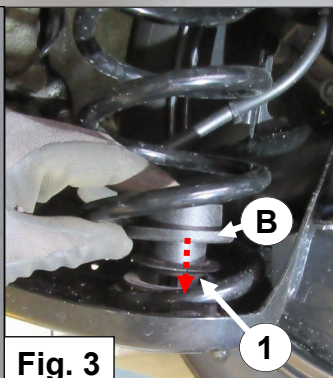

Fig. 3
3. Placez le bouchon en plastique **1** avec la coupelle inférieure **B** arrière dans le bras du suspension. Voir fig. 3.